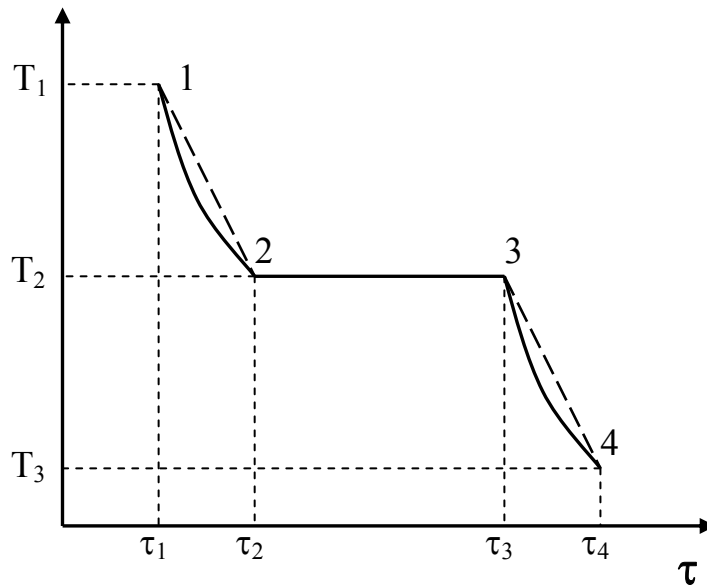
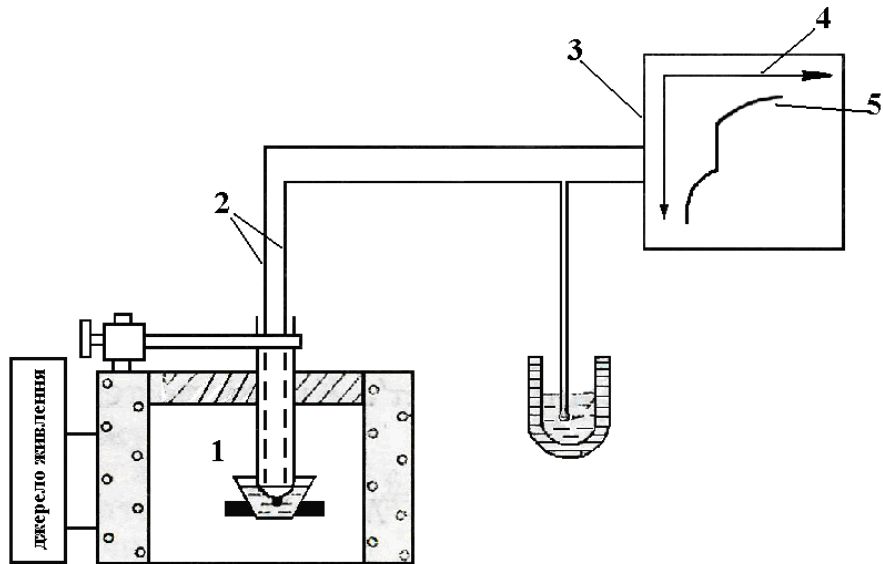

Рис. 11.1. Крива охолодження розплаву.
Рис. 11.2. Установа для вивчення кристалізації металічних сплавів методом кривих охолодження
Одним із методів визначення температури плавлення $T_{\text{пл}}$ є метод зняття кривої плавлення $T = f(\tau)$ при незмінних зовнішніх умовах. Оскільки $T_{\text{пл}}$ значно залежить від чистоти речовини, то для визначення $T_{\text{пл}}$ найчастіше користуються кінетикою кристалізації (тверднення) – йдеться про зняття кривої тверднення (рис. 11.1)
Ділянка 1-2 на рис. 11.1 відповідає охолодженню рідкої фази до початку
Криву отримуємо, якщо використовувати установку, зображену на рис. 11.2. Тигель з сплавом розміщуються всередині об'єму нагрівальної печі 1. Сигнал від диференціальної термопари 2 подається на потенціометр КСП2-016 (3), шкала якого проградуєрована в градусах 4.
1. Нагріти зразок в печі 1 до температури $T > T_{пл.}$ і включити самописний потенціометр 3 (рис. 11.2) (виключивши піч).
2. Отримавши криву охолодження відрізати ділянку стрічки з одержаним графіком 5 (рис. 11.2). Щоб знайти точки 1 і 4 (рис. 11.1), потрібно відкласти від точок τ_2 і τ_3 вліво і вправо відрізки, що дорівнюють $\tau_3 - \tau_2$. Визначивши з графіка температури T_1 , T_2 і T_4 , які відповідають точкам 1, 2 (3) і 4. За формулою (11.6) обчислити значення λ .